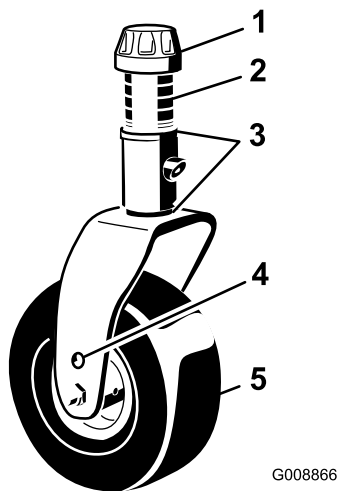

Figure 20
2. Placez les axes des roues pivotantes dans les mêmes trous sur les deux fourches (Figure 20). Utilisez les trous de montage inférieurs de la fourche pour augmenter la hauteur de l'embout du souffleur.
3. Enlevez le chapeau de tension de l'axe de pivot (Figure 20) et sortez l'axe du bras pivotant. Remplacez les 2 cales (1/8 po) sur l'axe de pivot dans leur position d'origine. Ces cales sont nécessaires pour que le souffleur soit parfaitement de niveau sur toute la largeur. Placez le nombre requis d'entretoises de 1/2 po sur l'axe de pivot pour obtenir la hauteur voulue, puis ajoutez la rondelle.